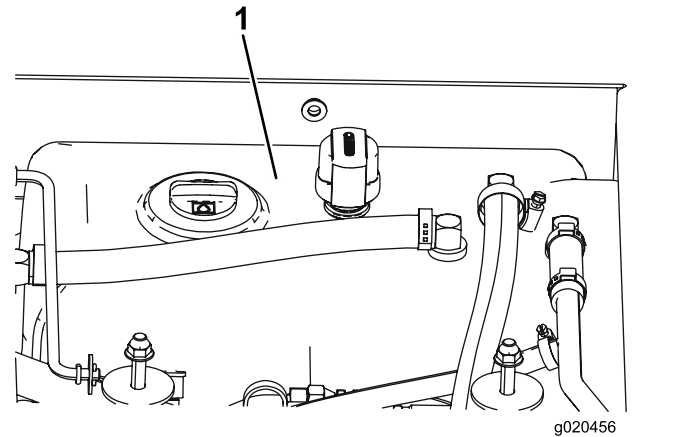

Bild 104
- Füllen Sie den Hydraulikbehälter (Bild 104) mit Hydrauliköl, siehe Prüfen des Hydrauliköls (Seite 76).